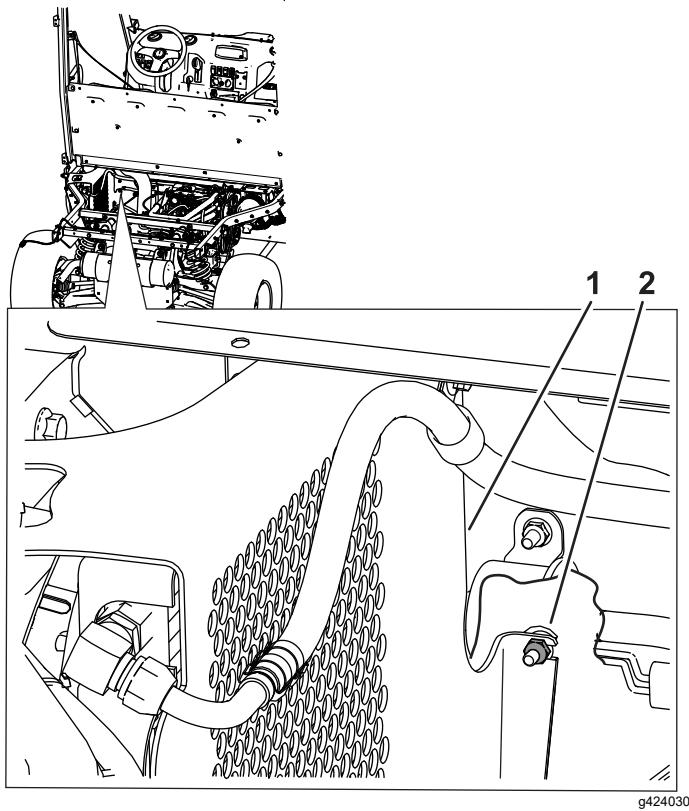

Figura 48
12. Para máquinas a gasóleo, desaperte a porca de bloqueio inferior da bomba de combustível, como se mostra na Figura 48.
14. Deslize o suporte do condensador entre a porca de bloqueio ($\frac{1}{4}$ pol.) e a estrutura inferior da máquina (Figura 47 e Figura 48).
15. Aperte o parafuso de carroçaria ($\frac{1}{4}$ x $\frac{3}{4}$ pol.) e uma porca de bloqueio ($\frac{1}{4}$ pol.); consulte (Figura 47 e Figura 48).